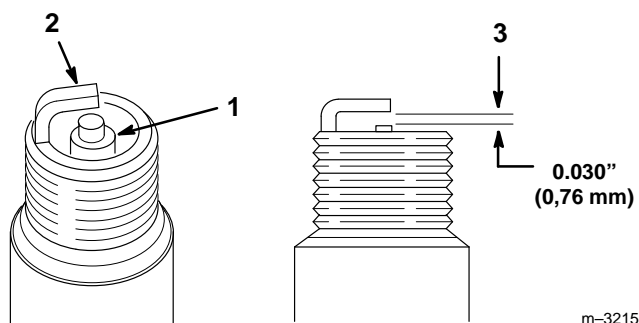

Figure 28
1. Inspecter le centre des bougies (Fig. 28). Si le bec de l'isolateur est recouvert d'un léger dépôt gris-brun, le moteur fonctionne correctement. S'il est couvert d'un dépôt noir, c'est généralement signe que le filtre à air est encrassé.
2. Contrôler l'écartement entre l'électrode centrale et l'électrode latérale (Fig. 28). Courber l'électrode latérale (Fig. 28) si l'écartement est incorrect.